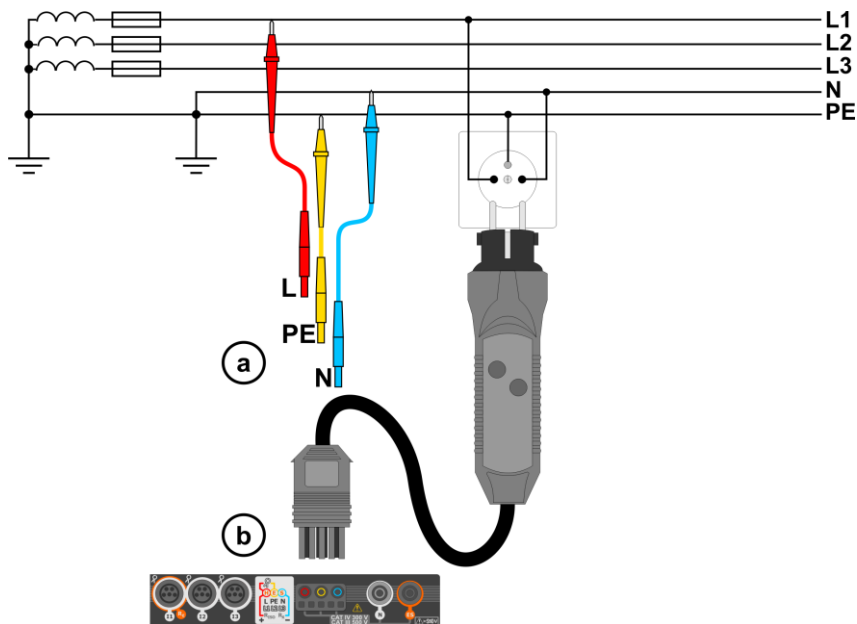
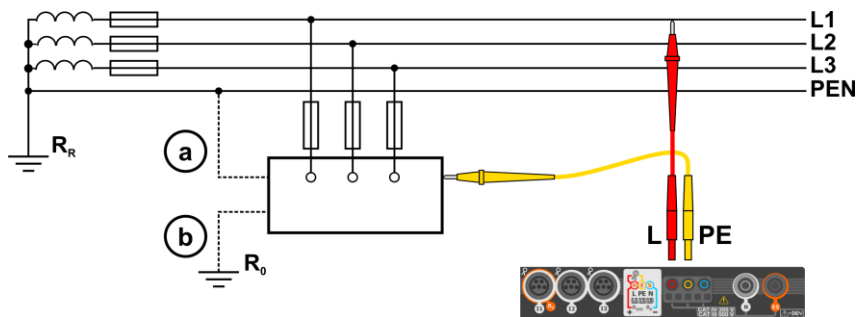

Fig. 4.1 Medición en el circuito L-PE
Fig. 4.2 Comprobación de la eficacia de protección contra incendios de la carcasa del dispositivo en caso de: (a) la red TN o (b) la red TT
- 1 Conectar los cables de medición según la Fig. 4.1 o Fig. 4.2.